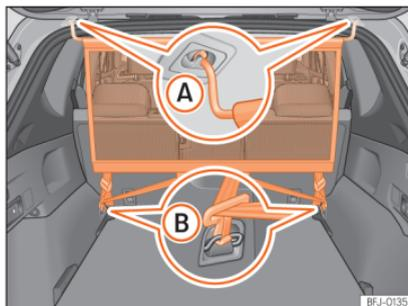

Fig. 133 Rede de separação montada.
• Engate a rede de separação no alojamento esquerdo do teto » Fig. 133 (A). Assegure-se
• Engate a rede de separação no alojamento direito do teto, comprimindo a vareta transversal » Fig. 133 (A).
• Engate os dois ganchos da rede de separação nas argolas de fixação da bagageira » Fig. 133 (B) e tensione bem os cintos de fixação.
• Desengate os ganchos da rede das argolas de fixação » Fig. 133 (B).
• Desengate a rede de separação do alojamento direito do teto » Fig. 133 (A) comprimindo a vareta transversal.